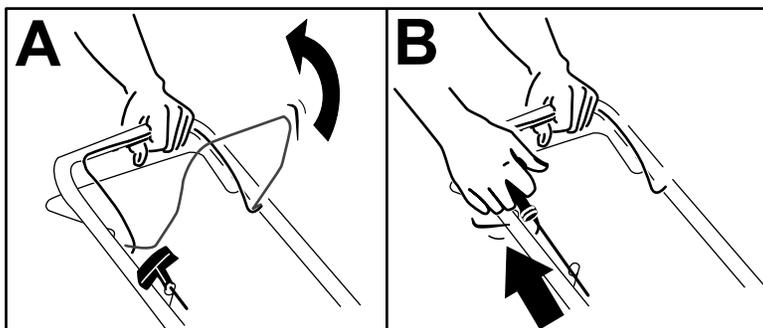

Figura 11
1. Mantenha a barra de controlo da lâmina encostada à pega (A da Figura 11).
2. Puxe a pega do arranque manual com cordão (B da Figura 11).